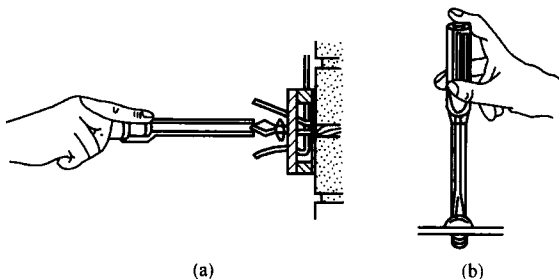

图 1-5 螺钉旋具的使用方法
(1) 大螺钉旋具的使用方法。大螺钉旋具一般用来紧固较大的螺钉。使用时,除大拇指、食指和中指要夹住握柄外,手掌还要顶住柄的末端,这样就可防止旋具转动时滑脱,如图 1-5 (a) 所示。
(2) 小螺钉旋具的使用。小螺钉旋具一般用来紧固电气装置接线桩头上的小螺钉,使用时,可用手指顶住木柄的末端捻旋,如图 1-5 (b) 所示。
(3) 较长螺钉旋具的使用。可用右手压紧并转动手柄,左手握住螺钉旋具中间部分,以使螺钉刀不滑脱。此时左手不得放在螺钉的周围,以免螺钉刀滑出时将手划伤。